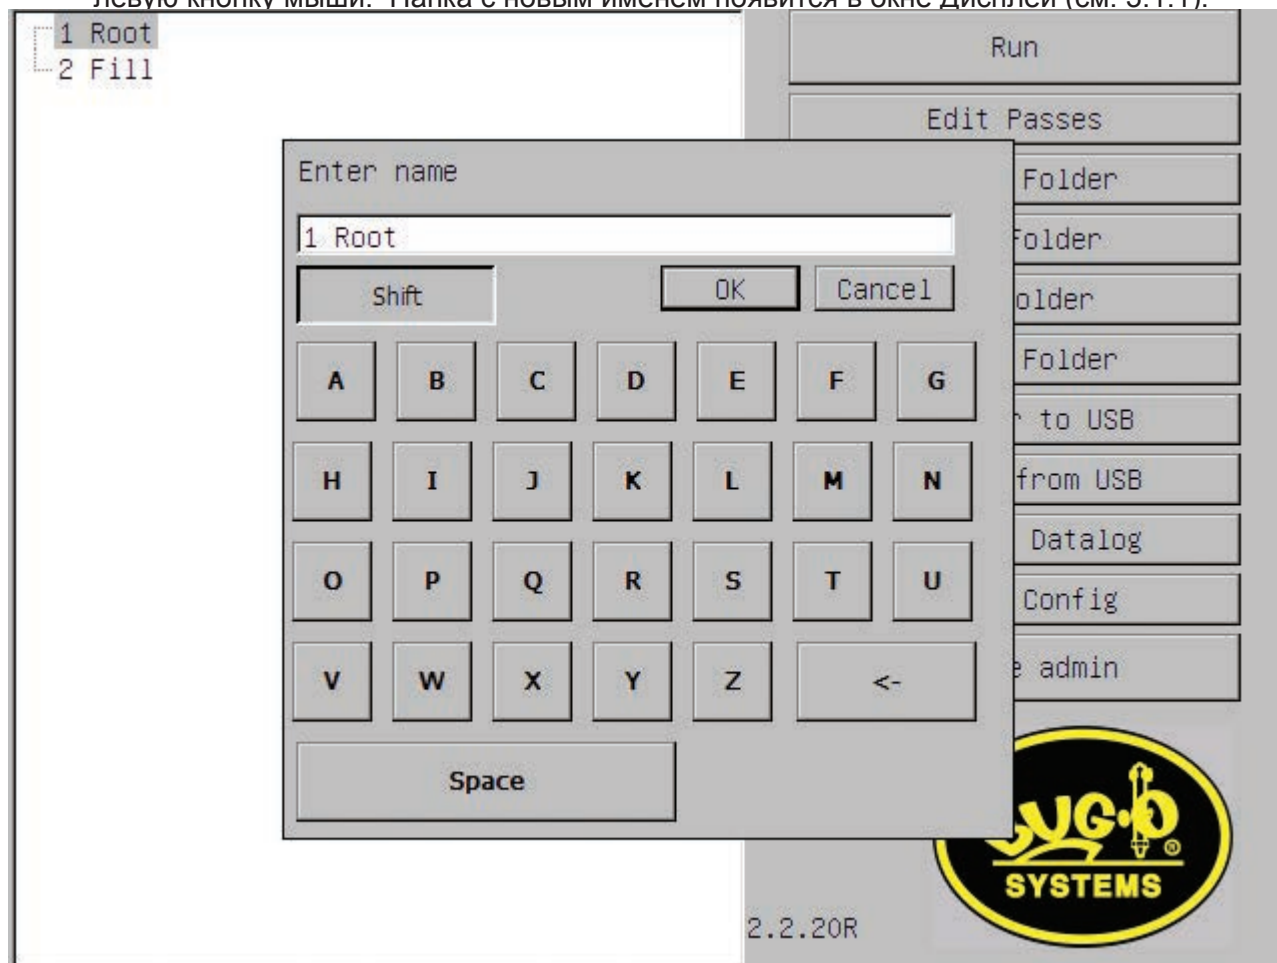

Рис. 3.1.4 – Экран Переименовать / Скопировать проход
3.1.4 Переименовать папку – При нажатии этой кнопки оператор может изменить название выделенной папки. Появится экран, изображенный ниже. (См. Рис. 3.1.4) Введите новое имя папки с помощью Мыши (см. Разд. 2.4), наведя курсор на нужную букву и нажав левую кнопку мыши. Кнопка SHIFT может использоваться для заглавных букв. После того, как имя папки отобразится в текстовом поле, нажмите «ОК», используя левую кнопку мыши. Папка с новым именем появится в окне Дисплей (см. 3.1.1).
- 3.1.5 Копирование папки** – Нажав на эту кнопку, оператор сможет копировать все данные, содержащиеся в определенной папке, переместив их в новую папку. Появится экран, показанный на рис. 3.1.4. Выделенная папка с дисплея (см 3.1.1) будет отображаться в текстовом поле. Введите имя новой папки с помощью мышки (см 2.4). Наведите курсор на нужную букву и нажмите на левую кнопку мыши. Кнопку «SHIFT» можно использовать для заглавных букв. После того, как имя будет отображаться в текстовом поле, нажмите на кнопку ОК, используя левую кнопку мыши. Новое имя папки отобразится на дисплее (см 3.1.1).
- 3.1.6 Новая папка** – Нажав на эту кнопку оператор создаёт совершенно новую папку. Появится экран, показанный на рис. 3.1.4. Введите имя новой папки с помощью мышки (см 2.4), а затем нажмите на кнопку ОК, используя левую кнопку мыши. Новое имя папки будет отображаться на дисплее (см 3.1.1).
3.1.8 Перенос на USB – это позволяет перенести данные из блока управления на USB-накопитель. Эти данные могут быть затем загружены на другую систему, сохранены на компьютере или переданы по электронной почте в любом необходимом месте. При нажатии на эту кнопку, появится экран, похожий на показанный на рис. 3.1.4. Введите имя новой папки с помощью мышки (см 2.4). При наведении курсора на нужную букву, нажмите на левую кнопку мышки. Кнопку «SHIFT» используют для заглавных букв. После того, как имя будет отображено в текстовом поле, нажмите на кнопку ОК, используя левую кнопку мышки. После нажатия кнопки «ОК», экран останется на короткое время, пока данные записываются на USB-накопитель. После того, как данные записаны, экран исчезнет.
- 4.10 Сохранить как** – Эта кнопка отображается в рабочем режиме только если вход в систему выполнен в режиме админа (Раздел 3.3). Эта функция позволяет администратору сохранить параметрические данные сварки, которые были изменены во время сварки. После того, как проход шва завершен, и администратор хочет сохранить этот проход с изменениями, которые были сделаны, то нажмите эту кнопку. Появится текст в окне, аналогично показанному на рис. 3.1.4. Администратору будет предложено ввести имя для нового сварочного прохода. После нажатия ОК, этот новый проход будет добавлен к окну выбора прохода (смотрите Раздел 4.12). Новый проход будет сохранен с измененными параметрами сварки, но, при этом он будет использовать те же запуск / кратер / предельные значения настройки, как у копируемого прохода.